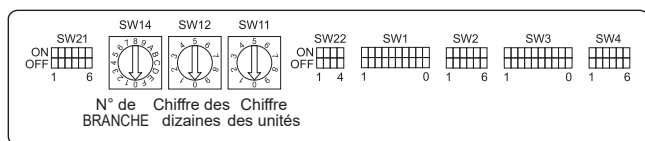

Fig. 4-9
4.5. Définition des adresses (Fig. 4-9)
4.6. Détection de la température ambiante via le capteur intégré d'une télécommande (Fig. 4-9)
4.7. Paramétrage des commutateurs en cas de plafond haut (Fig. 4-9)
4.8. Paramétrage des commutateurs pour le capteur i-See (Fig. 4-9)
4.9. Réglage des commutateurs pour la direction du flux d'air horizontal (Fig. 4-9)